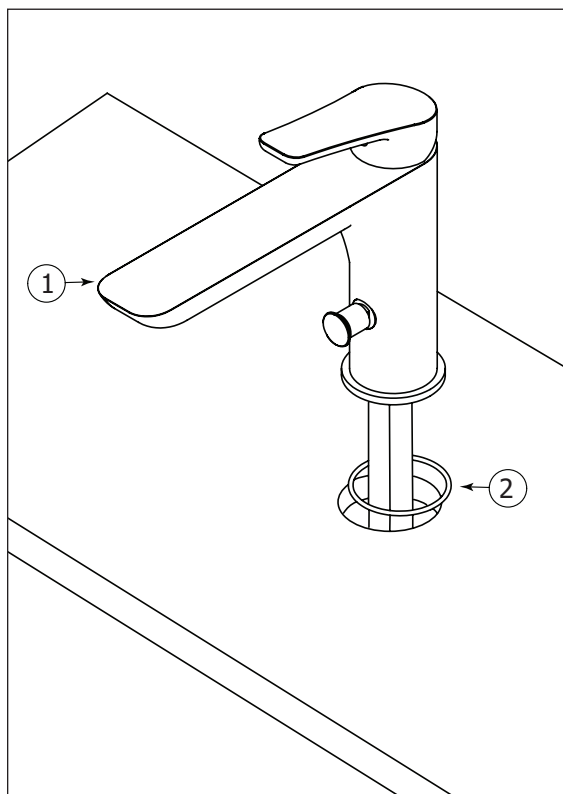

Fig.1
Screw the water supply hoses to the faucet, place the rubber ring (2) against the spout body. (fig. 1)
Visser les tuyaux d'alimentation en eau au robinet, placer l'anneau en caoutchouc (2) contre le corps du bec. (Fig. 1)